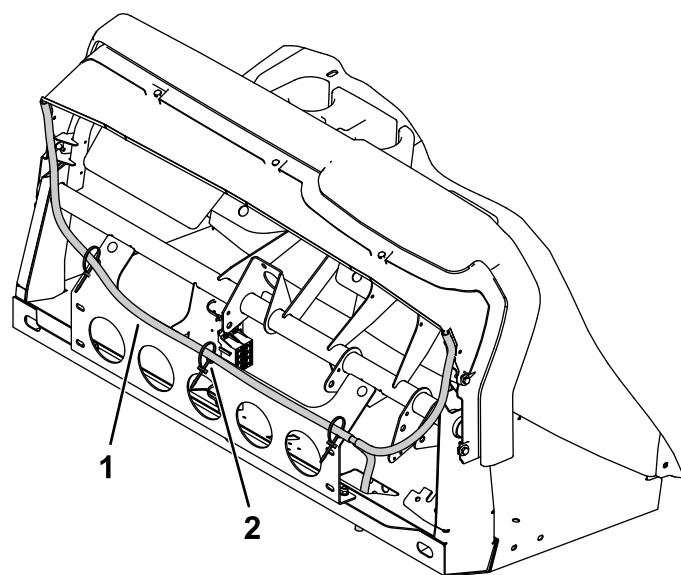

Figura 43
5. Comenzando desde el lado del pasajero, dirija el tubo transparente conectado hacia abajo, a través de la chapa del suelo (con el pedal del embrague) hasta el lado del conductor de la máquina (Figura 43).
6. Sujete el tubo transparente conectado con los 3 soportes de brida magnética y 3 bridas (Figura 43).